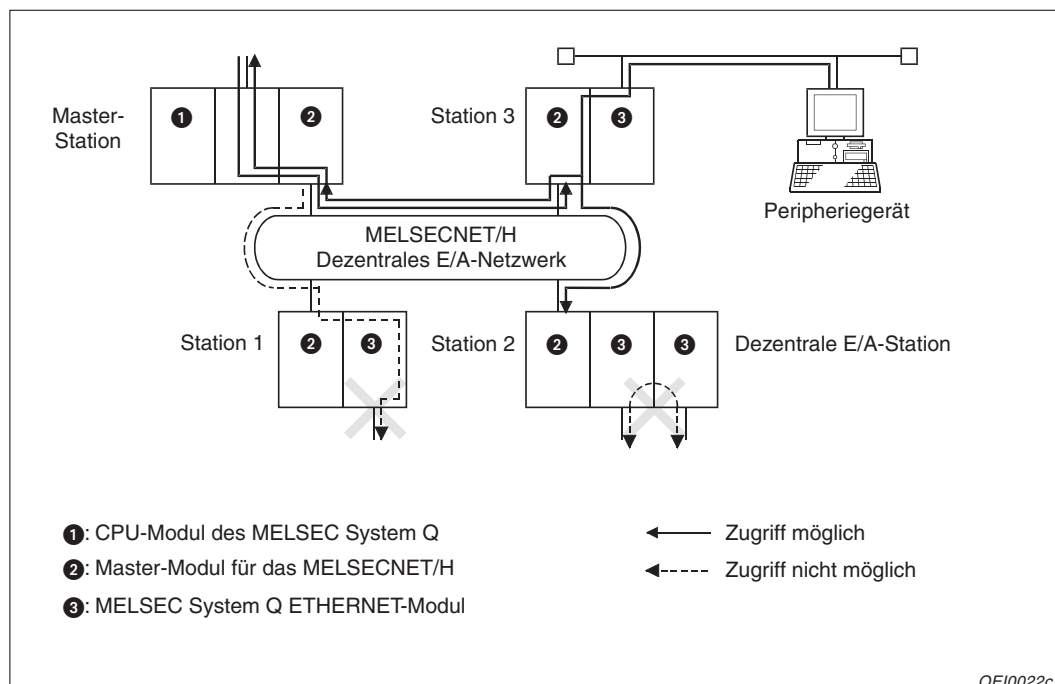

Abb. 2-6: Beispiel für ein MELSECNET/H-Netzwerk
- Zugriff von der Master-Station auf eine andere Station über das ETHERNET-Modul in einer dezentralen E/A-Station (wie in Station 1 in Abb. 2-6)
- Zugriff auf eine andere Station über zwei ETHERNET-Module (Station 2 in Abb. 2-6)